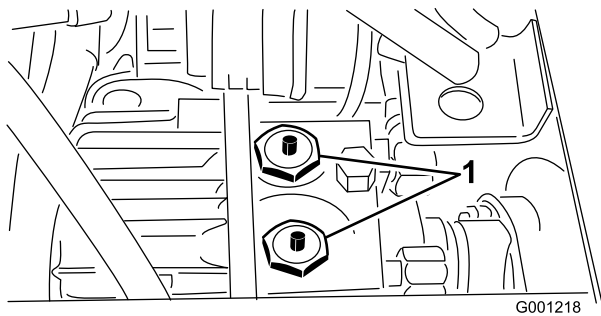

Figura 33
2. Mantenha pressionado os pinos que estão meio das estruturas das 2 válvulas de verificação, na parte superior da transmissão (Figura 33), enquanto empurra ou reboca a máquina.